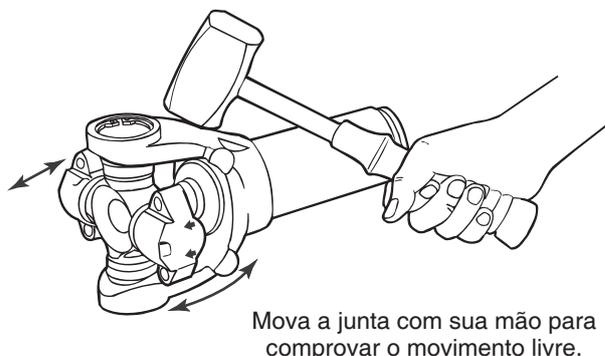

Figura 4.40
10. Bata na orelha do garfo com um martelo de bronze ou cobre para comprovar que a junta universal se movimenta livremente. Figura 4.40.